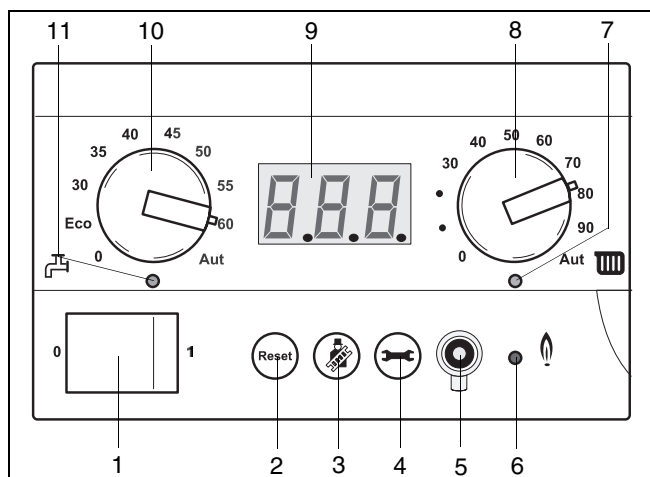

fig. 21 BC10
Denne LED lyser, så snart brænderen er i drift (fig. 21, pos. 6).
Indstilling af fremløbstemperaturen (fig. 21, pos. 8)
Drejknappen (mærket med radiatorsymbolet) anvendes til at indstille den maksimale fremløbstemperatur (se tabel 3). Når kedlen brænder under centralvarmedrift, lyser LED'en "Centralvarmedrift" (fig. 21, pos. 7) under drejknappen sammen med LED'en "Brænder TIL" (fig. 21, pos. 6).
Indstilling af brugsvandtemperaturen (fig. 21, pos. 10)
Når kedlen brænder i varmtvandsdrift, lyser LED'en "Varmtvandsdrift" (fig. 21, pos. 11) under drejknappen sammen med LED'en "Brænder TIL" (fig. 21, pos. 6).
Hvis kedlen bruges til efteropvarmning af en varmtvandsbeholder i solvarmeanlæg, må tasten (fig. 21, pos. 10) ikke indstilles på en temperatur under 60 °C af hensyn til risikoen for dannelse af legionellabakterier. Endvidere må kedlen ikke slukke under sådanne forhold.
- Anlægget gøres spændingsfrit ved at indstille netafbryderen på "0" (fig. 21, pos. 1).